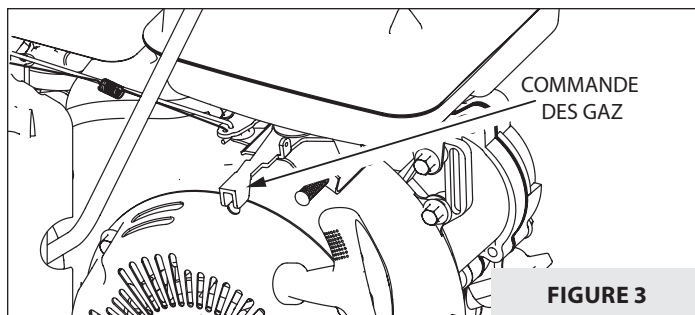

FIGURE 3
2. Mettre le levier de commande des gaz à mi-distance entre les positions de régime **RAPIDE** et **LENT**. (Cela n'est pas nécessaire sur les modèles à commande des gaz fixe en position de plein régime.) **VOIR FIGURE 3.**
8. Après avoir démarré le moteur, amener lentement le levier du volet de départ en position **MARCHE** à mesure que le moteur chauffe. Amener la commande des gaz au régime souhaité. **VOIR FIGURES 3 ET 6.**